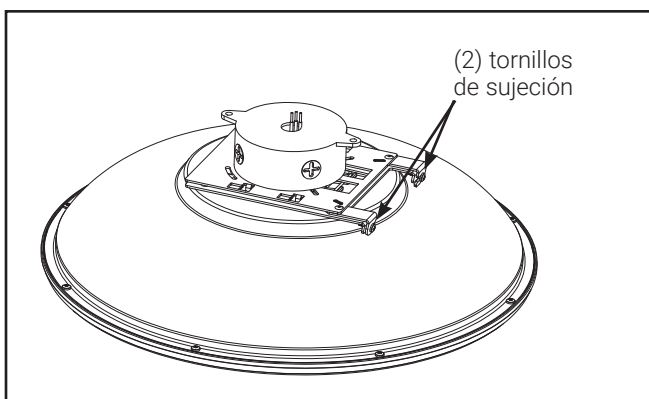

Figure 5
- Balancee ambas bisagras de sujeción nuevamente en su lugar y ajuste los tornillos de sujeción a 10 pulgadas-libras (1,3 Nm) (FIG. 5)